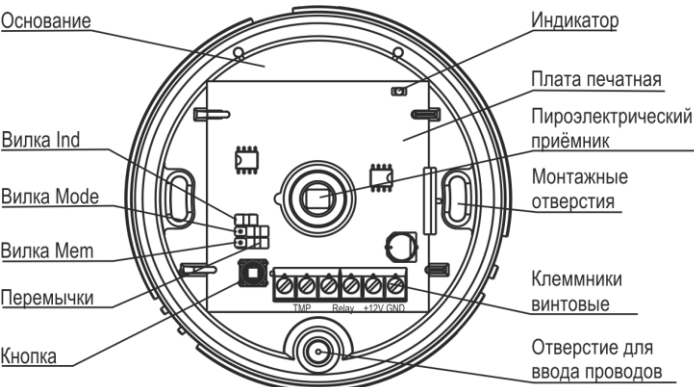

Рисунок 3
- 5.1 Конструктивно извещатель выполнен в виде блока, состоящего из основания и съемной крышки. Внутри блока смонтирована печатная плата с радиоэлементами и клеммниками винтовыми для внешних подключений (рисунок 3).